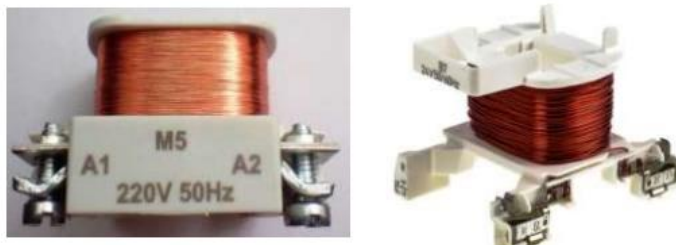

Рис. 3 Катушки магнитных контакторов
a) Катушка контактора (Рис. 3) – состоит из медной обмотки на электроизоляционном корпусе, снабженной двумя контактами для соединения в